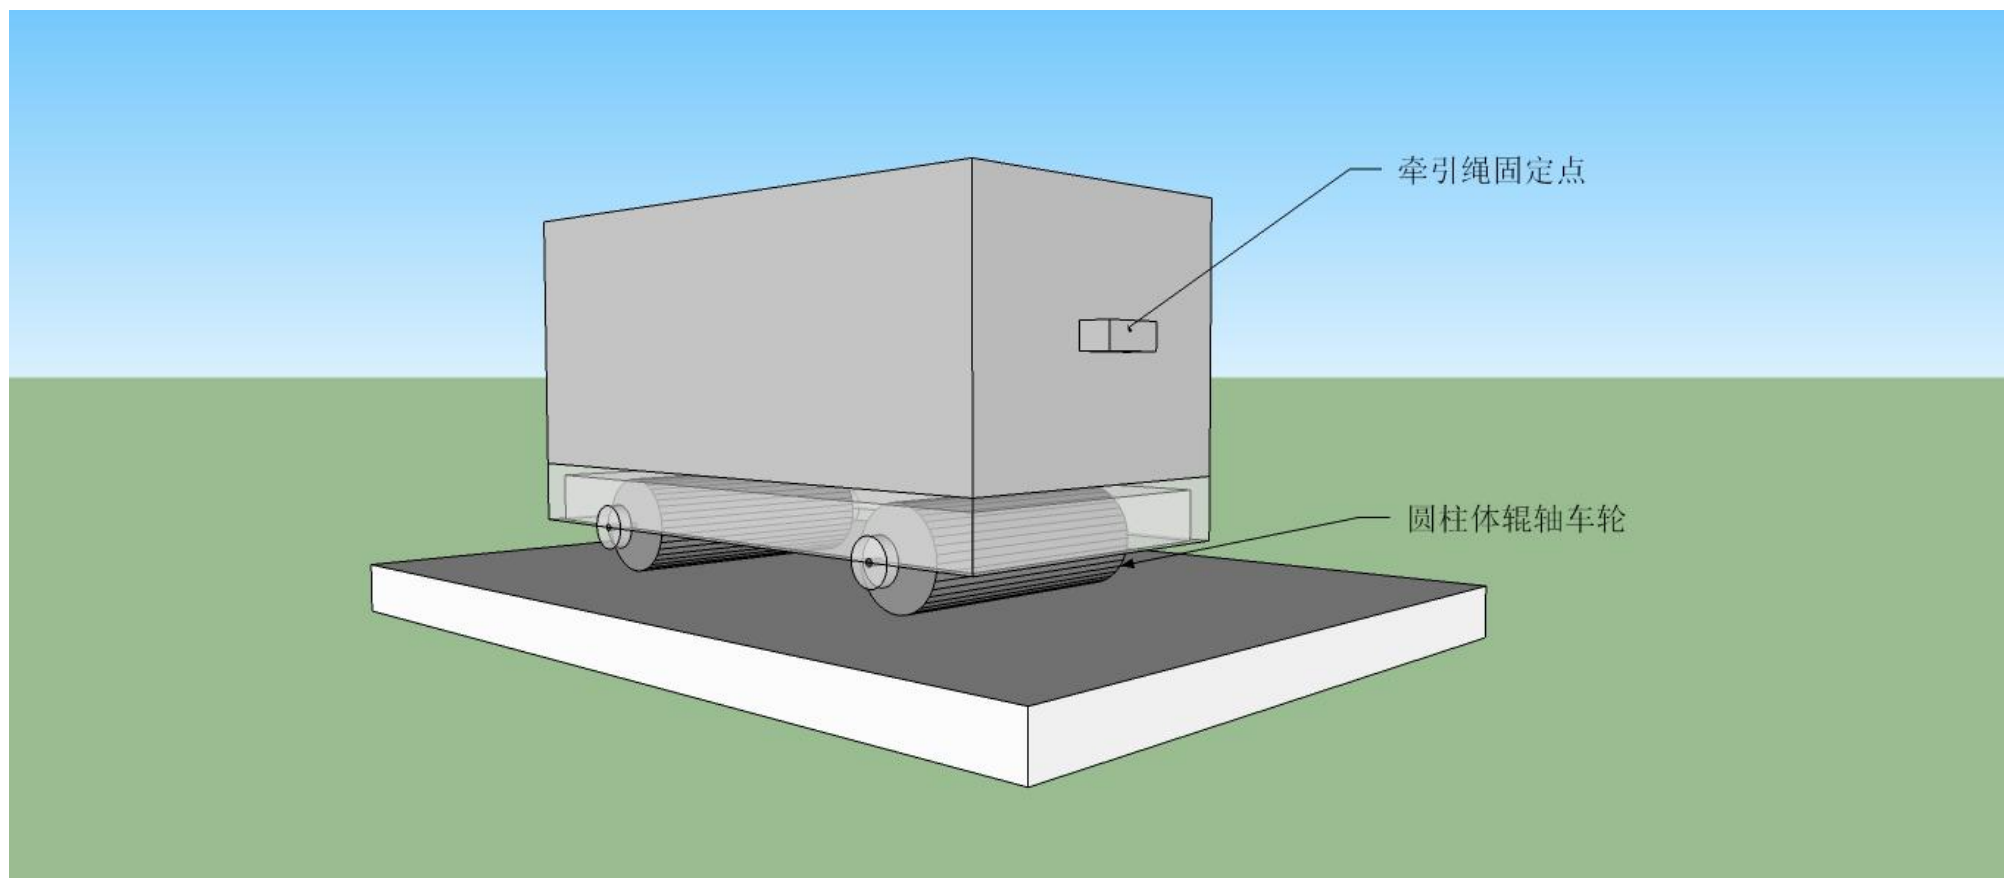
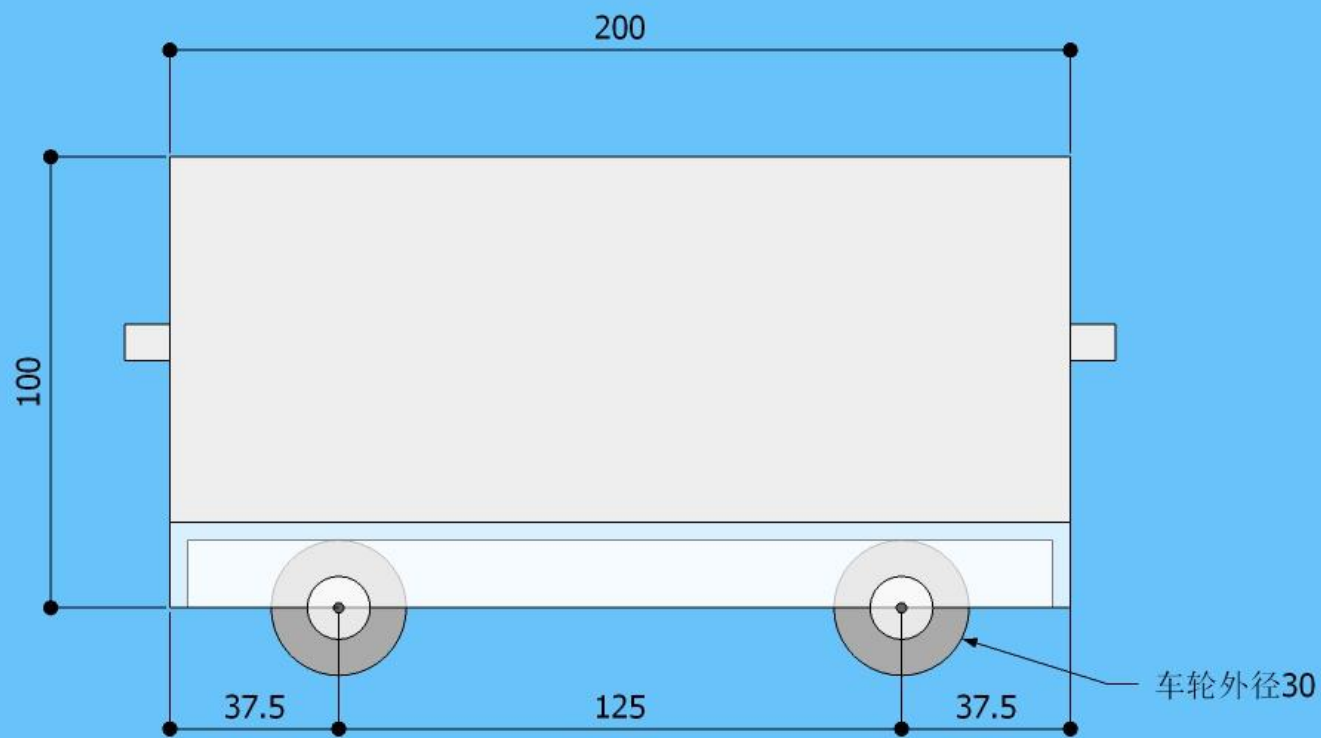
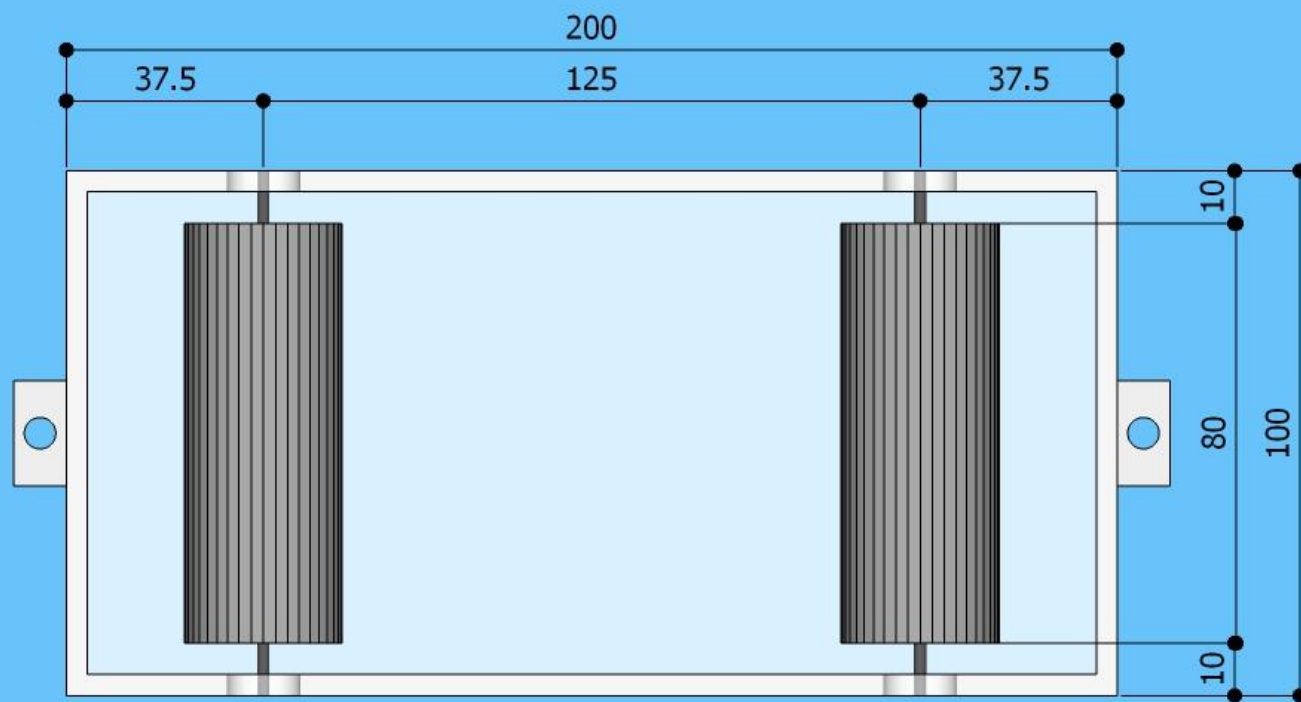

图 4 小车示意图
图 5 小车侧视图 (单位: mm)
图 6 小车俯视图 (单位: mm)
b) 小车尺寸：小车车身长200mm，宽100mm，高100mm。车轮为圆柱形辊轴，车轮外径为30mm。前轴距车身体前沿37.5mm，轴距125mm，后轴距车身体后沿37.5mm。小车前端中央处有一个固定点用于连接牵引绳，后端中央处有一个固定点用于连接限位绳（限位绳用处详见赛题后文）。如图 4、图 5、图 6所示。